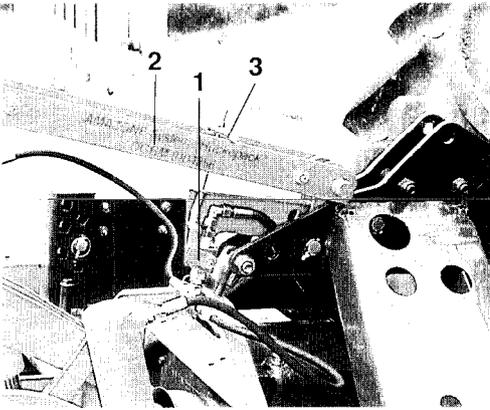
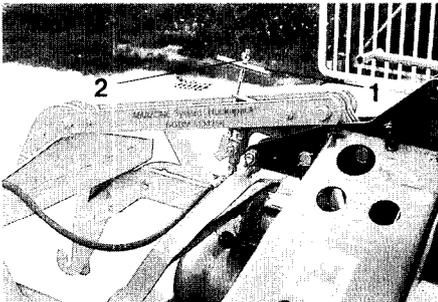

Fig. 12.10
Fig. 12.11
Durch Einbau eines Ventiles (Fig. 12.10/1) kann das AMAZONE-System "Huckepack" stufenlos in der Hubhöhe begrenzt werden.
Wird die Sämaschine vom Hubrahmen angehoben, drückt der Oberlenker (Fig. 12.10/2) gegen den verstellbaren Anschlag (Fig. 12.10/3) und schließt das Ventil (Fig. 12.10/1), das den Ölstrom zu den Zylindern unterbricht.
Die Hubhöhe der Sämaschine ist stufenlos einstellbar. Zum Einstellen der Hubhöhe ist der Anschlag (Fig. 12.11/1) auf der Gewindestange in der erforderlichen Höhe einzustellen und mit der Flügelmutter (Fig. 12.11/2) zu kontern. Der Anschlag muß zur Begrenzung der Hubhöhe quer zur Fahrtrichtung, wie in Fig. 12.10 gezeigt, festgesetzt werden.
2. **Zum Straßentransport muß der Anschlag (Fig. 12.11/1) längs zur Fahrtrichtung, wie in Fig. 12.11 gezeigt, festgesetzt werden, damit die Sämaschine vom Hubrahmen vollkommen angehoben werden kann.**